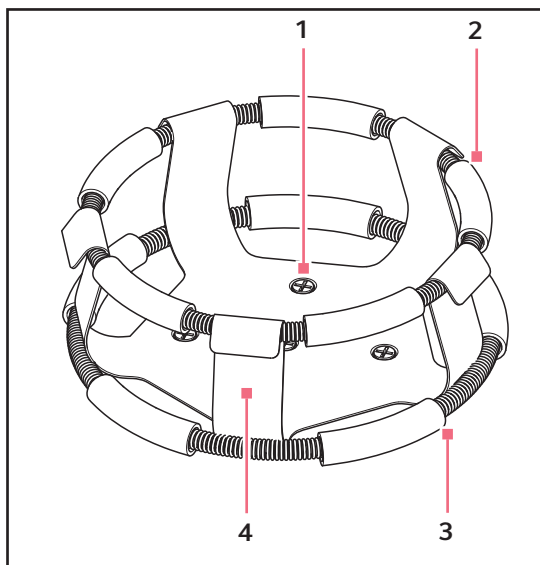

図 4-2: 固定クリップをインストールします
2. 固定クリップに空のピストンを置き、最初のベルトがクリップボディの上部に（配信された）（参照：図 4-2 P. 28）を置きます。